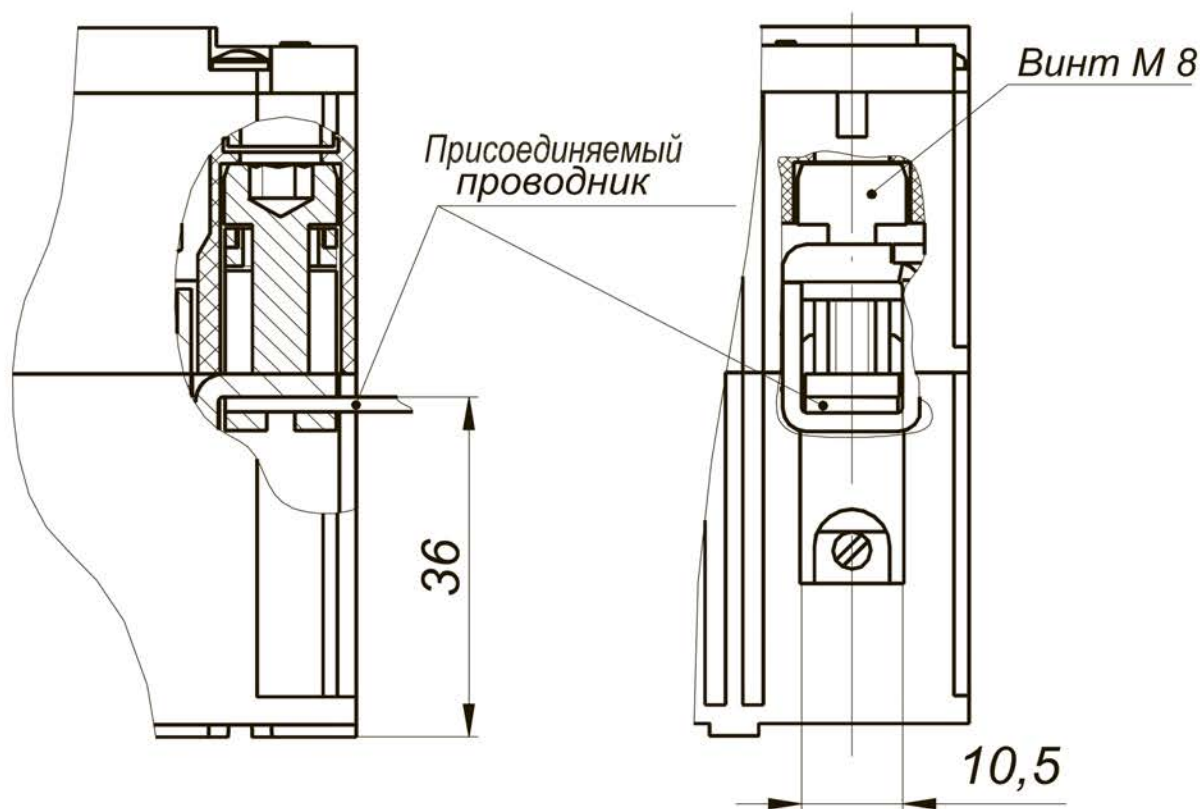

Рисунок 2 - Способы присоединения внешних проводников к выключателю
- подсоединить внешние проводники к главной цепи выключателя (рисунок 2);